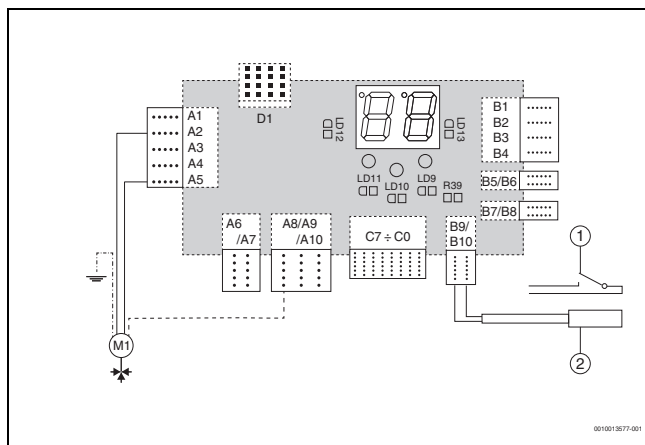

Fig. 1 Racordul vanei cu 3 căi pentru funcția sistemului de comandă al apei calde sau al sursei de rezervă
- ▶ Racordați cablul elementului de reglaj la sistemul electronic al cazanului de încălzire, corespunzător schemei electrice (→ Fig. 1). Izolați firele rămase (este vorba de contactele interne ale elementului de reglaj).
- ▶ Racordați senzorul la bornele B9-B10 ale sistemului electronic, corespunzător schemei electrice (→ Fig. 1). La bornele și cablurile senzorului nu trebuie respectată nicio polaritate.